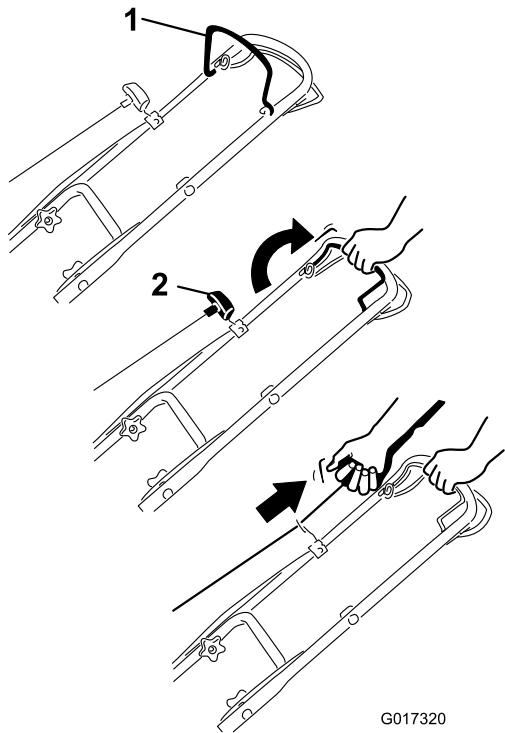

Figure 10
- Maintenez la barre de commande de la lame contre le guidon (Figure 10).
- Tirez lentement la poignée du lanceur jusqu'à ce que vous sentiez une résistance, puis tirez vigoureusement. Laissez le lanceur se rétracter lentement jusqu'à la poignée (Figure 10).